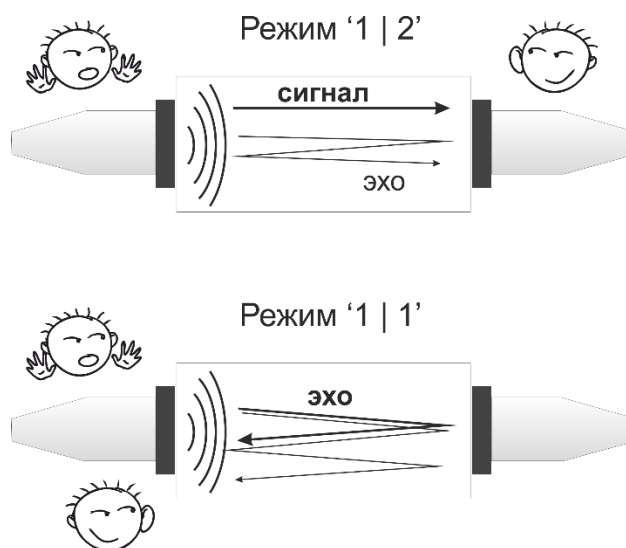

Рис. 22. Два режима измерения: прохождение и отражение. Показаны также многократные переотражения
*Примечание:* кроме первого сигнала, могут присутствовать и другие, приходящие к приёмнику в более поздние моменты времени. Это сигналы эха; так, волна, отразившаяся от границы цилиндр/приёмник, может отразиться ещё раз от границы цилиндр/источник и придёт снова к приёмнику, пройдя расстояние  $3s$  (рисунок 22)